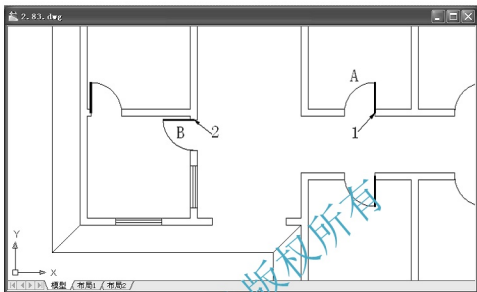

图 2.83 旋转 B 门
(2) 用【旋转】命令将 B 门旋转到位。
① 单击【修改】工具栏上的【旋转】图标  或在命令行输入“Ro”并按 Enter 键，启动【旋转】命令。
② 在选择对象：提示下，选择 B 门，此时该门变虚，按 Enter 键进入下一步命令。
③ 在指定基点：提示下，选择 2 点作为 B 门旋转的基点。
④ 在指定旋转角度, 或 [复制(C)/参照(R)] <0>: 提示下, 输入 “90”, 按 Enter 键结束命令, 结果如图 2.83 所示。